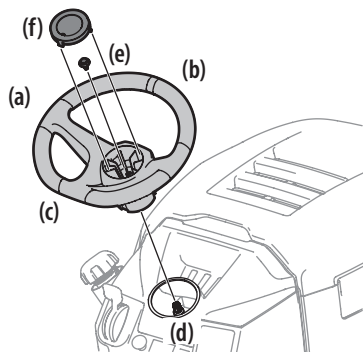

Figure 14
1. Placez les roues de l'appareil de sorte qu'elles pointent vers l'avant, puis placez le volant de direction (a) sur l'arbre de direction (d) en vous assurant que la ligne au milieu (b) du volant (a) pointe vers l'avant et que la partie plate du volant (c) soit face vers le siège. Voir Figure 14.
2. Fixez le volant de direction (a) avec le boulon hexagonal (e) qui se trouve sous le capuchon (f). Serrez le boulon à un couple de 24,4-29,8 N m (18 à 22 pi-lb). Voir Figure 14.
NOTE : Un enduit frein est appliqué sur le boulon (e) qui fixe le volant de direction (a). Si vous retirez le boulon, il est recommandé d'appliquer de l'enduit frein ou de remplacer le boulon (e). Voir Figure 14.